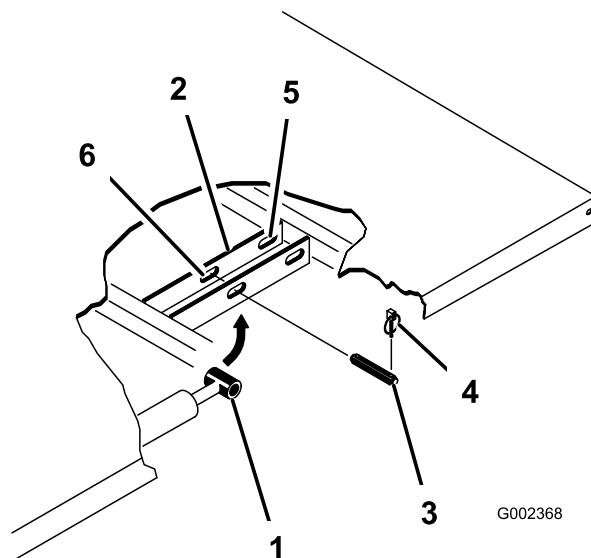

図 3
4. シリンダの外側端部からリンチピンを外す (図 3)。
5. シリンダロッドの端部を荷台取り付けプレートに固定しているクレビスピンを、車両の中心線側に押して外す (図 3)。